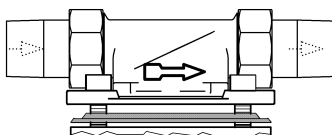

Abb. 1: Einbaudrehflansch
- / Fließrichtung (siehe Abb. 1),